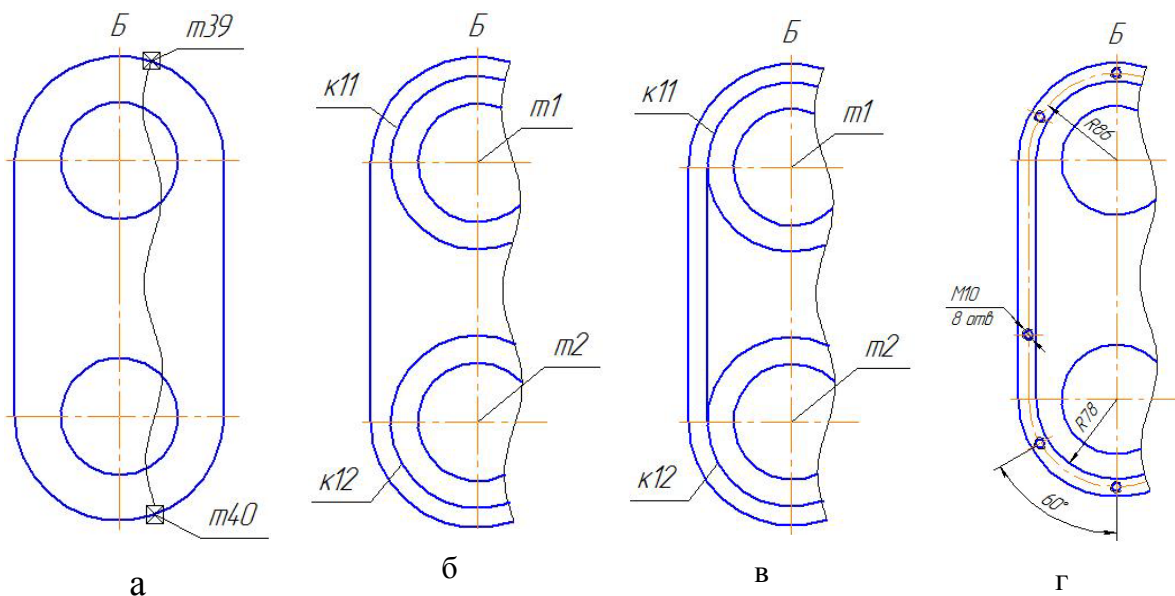

Рис. 151
Клацнути в полі *Стиль* на *Панели свойств* і вибрати стиль лінії **Тонкая**. Для того, щоб вказати першу точку кривої *m39* (рис. 151,а) підвести курсор до кола, й коли спрацює прив'язка *Точка на кривой*, клацнути лівою клавшею миші. На другому колі вказати другу точку *m40* (рис. 151,а). Нажати кнопку *Создать объект* .
Перейти на сторінку *Редактирование* на *Инструментальной панели*, для цього натиснути кнопку переключення . Натиснути кнопку *Усечь кривую*  на *Инструментальной панели Редактирование* і видалити частину виду, яка розташована справа від лінії обриву (рис. 151, б).
6. Побудувати коло $k11$ радіусом 78 в центрі $m1$ та коло $k12$ радіусом 17 в центрі $m2$ (рис. 151, б). Послідовність дій наведено в п.10.1.4.
7. Побудувати відрізок дотичний до кіл $k11$ та $k12$ (рис.151, в). Послідовність дій наведено в п.10.1.4.